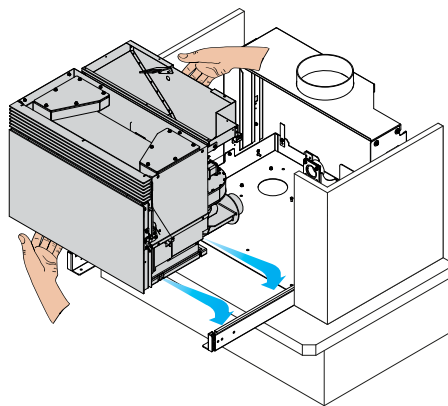

fig. 6.1.10
- 10) Riposizionare l'inserto sui binari (fig. 6.1.10)